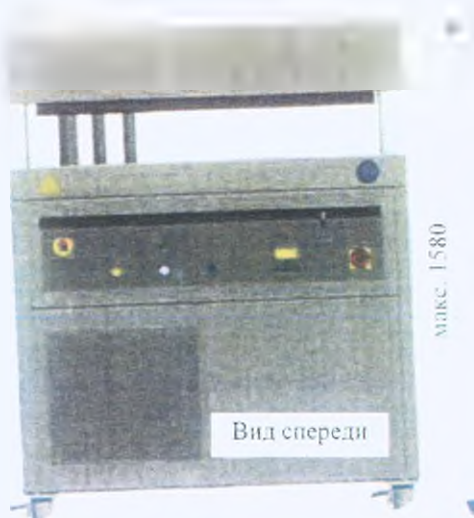

Рисунок 1: Размеры и минимальные зазоры
- Установите установки серии KLF на расстоянии минимум 300 мм от соседних предметов / стен (см. рисунок 1).